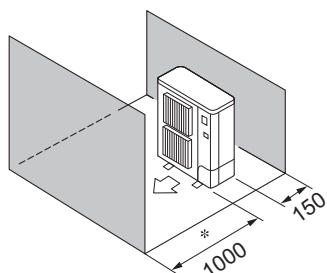

Fig. 3-9
- ⑤ Obstacles uniquement à l'avant et à l'arrière (Fig. 3-9)